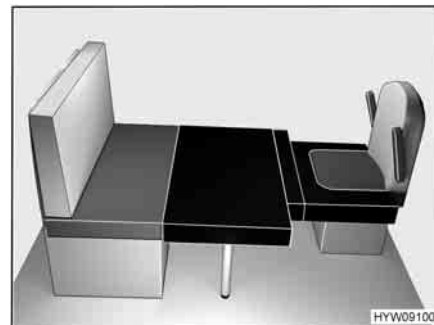

Fig. 52 Dopo la trasformazione
- Posizionare il cuscino aggiuntivo rettangolare davanti al cuscino del divano dei sedili, sul tavolo, come illustrato nella Fig. 52.